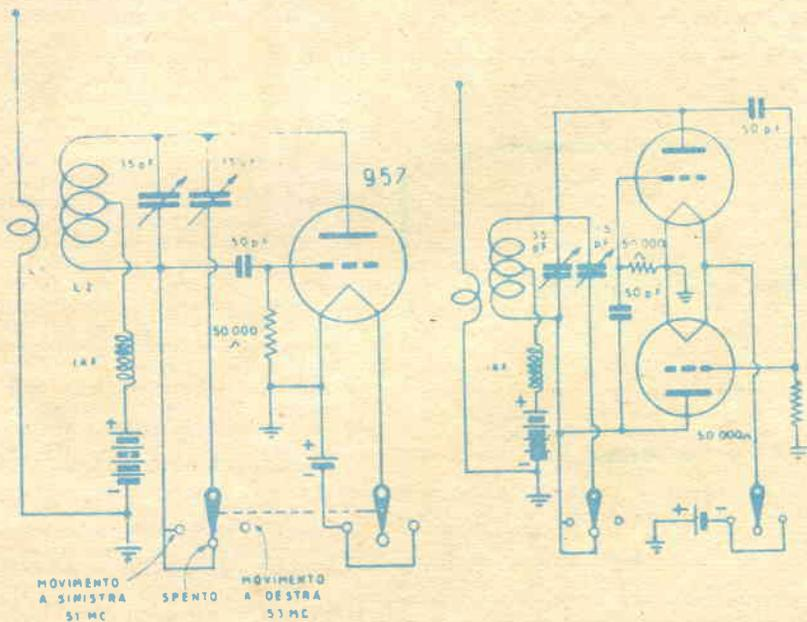

Fig. 2 - Il trasmettitore di radiocomando può essere ad una o due valvole. Il circuito è lo stesso. Le due valvole consentono una maggiore portata
2) - **TRASMETTITORE** - Il trasmettitore è indicato in fig. 2. A sinistra è illustrato un trasmettitore ad 1 solo tubo adatto per distanze piccole, a destra per distanze maggiori.